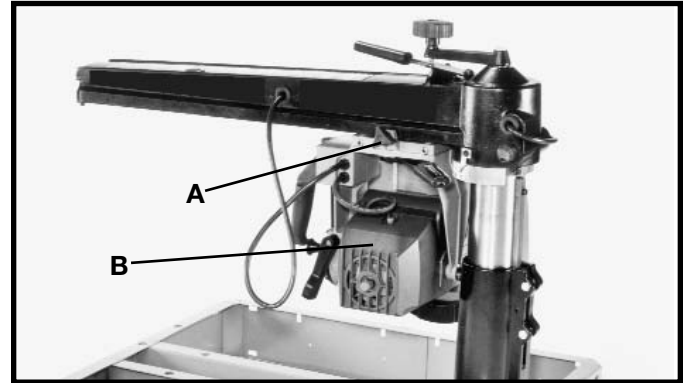

Fig. 8
1. Afloje la perilla de cierre (A) Fig. 8 y mueva el cabezal de corte (B) a la posición posterior, como se ilustra aquí. Apriete luego la perilla (A).